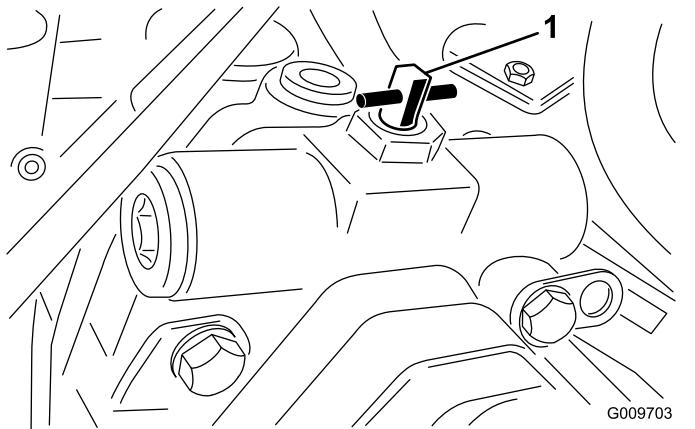

Figure 45
3. Tournez la vanne de dérivation à 90° (un quart de tour) dans un sens ou dans l'autre pour l'ouvrir et faire dériver le liquide à l'intérieur (Figure 45).
2. Tournez la vanne de dérivation à 90° (un quart de tour) dans un sens ou dans l'autre pour l'ouvrir et faire dériver le liquide à l'intérieur (Figure 45).